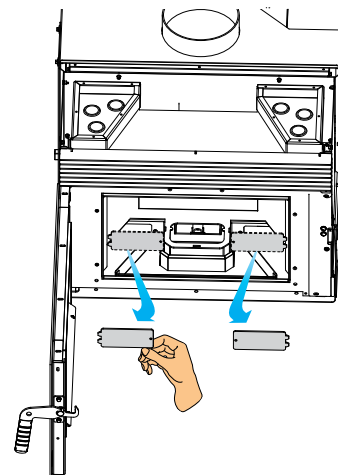

fig. 7.18
- E) rimuovere i tappi del collettore del fumo (fig. 7.18)